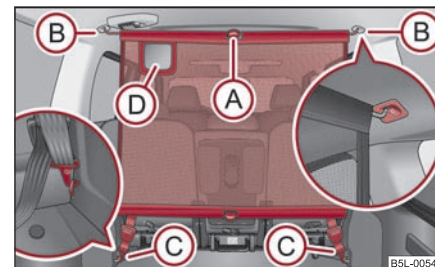

Fig. 103 Utilización de la red separadora estática detrás de los asientos posteriores
- Montar la barra transversal en el alojamiento (B), primero en un lado, y presionar la barra transversal hacia delante. Sujeter de igual modo la barra transversal en el otro lado del vehículo, alojamiento (B) ⇒ página 93, fig. 103.
- Enganchar el gancho de mosquetón (C) en los extremos de la cuerda en las argollas de fijación detrás de los asientos posteriores y delanteros.
- Soltar las cintas en ambos lados y desenganchar el gancho de mosquetón (C) ⇒ página 93, fig. 103.
- Sacar la barra transversal de los alojamientos (B).
La abertura (D) ⇒ página 93, fig. 103 en la red separadora estática sirve para implementar el cintrurón de seguridad de tres puntos de fijación ⇒ página 164. ■